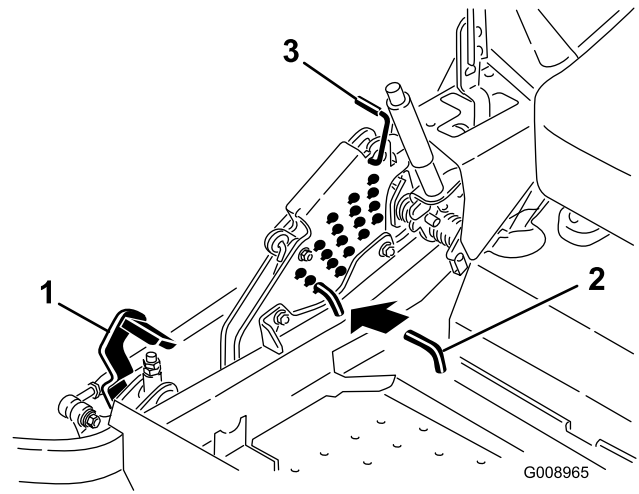

Figura 83
5. Empuje el pedal de elevación de la plataforma hacia delante del todo; la plataforma se enganchará en la posición de transporte de 14 cm (Figura 83).